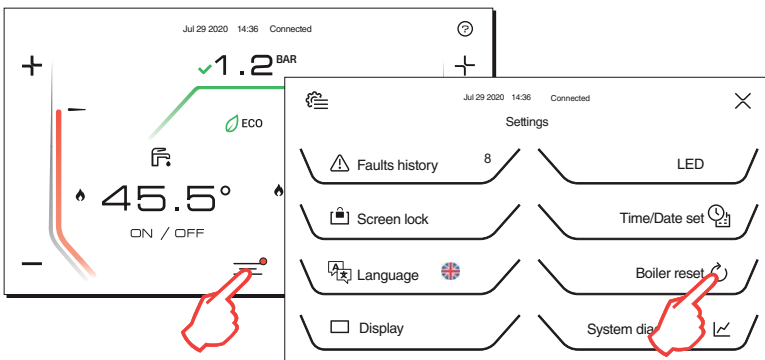

fig. 34
- 2 - Tocando el icono del menú principal y a continuación [Reset Caldera] cuando se abre una pantalla similar a la ilustrada en fig. 34 (icono del menú principal con punto rojo).